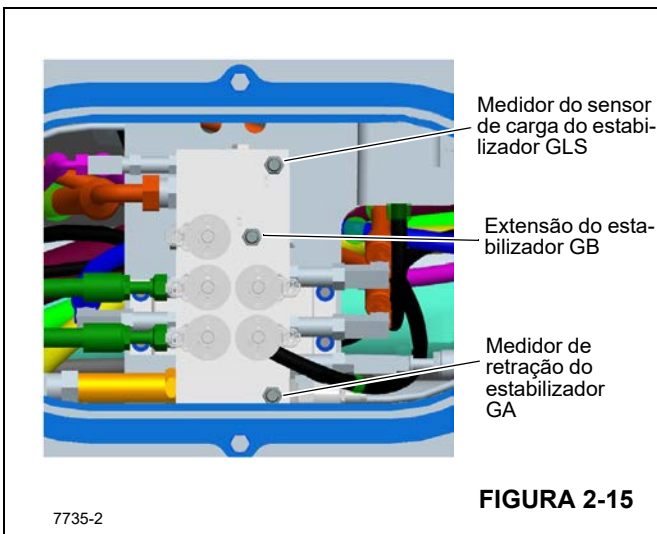

FIGURA 2-15
- a. Instale um manômetro de mínimo de 345 bar (5000 psi) na entrada do medidor GB no coletor do estabilizador dianteiro frontal. Consulte a Figura 2-15.